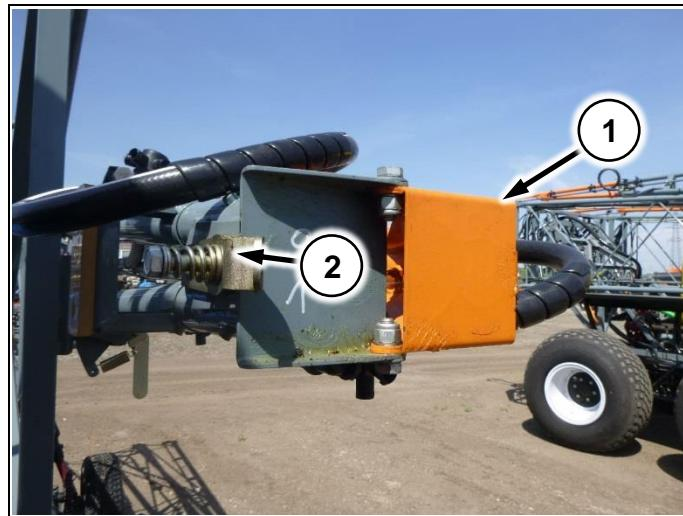

Рис. 66
3. Открыть флагок (Рис. 66/2) и открыть складывающуюся законцовку (Рис. 66/1) до фиксации в замке (Рис. 66/2)